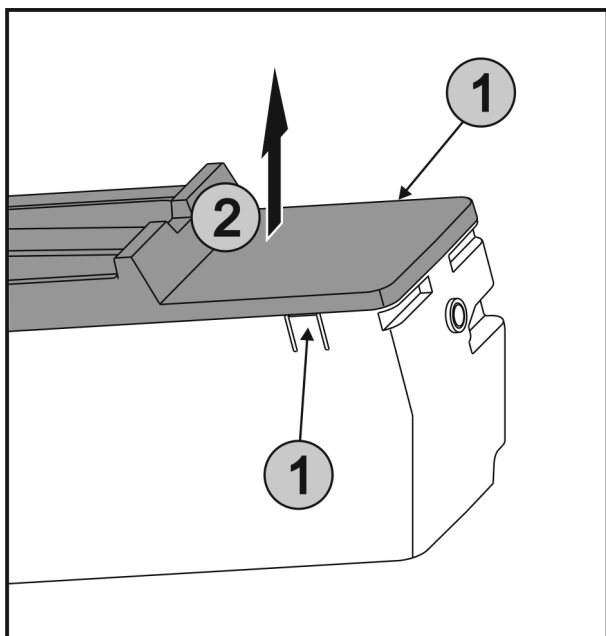

Fig. 68
- ▶ Накладки Fig. 68 (1) з обох боків EasyTwist-Ice натиснути одночасно і кришку Fig. 68 (2) вийняти рухом вгору.